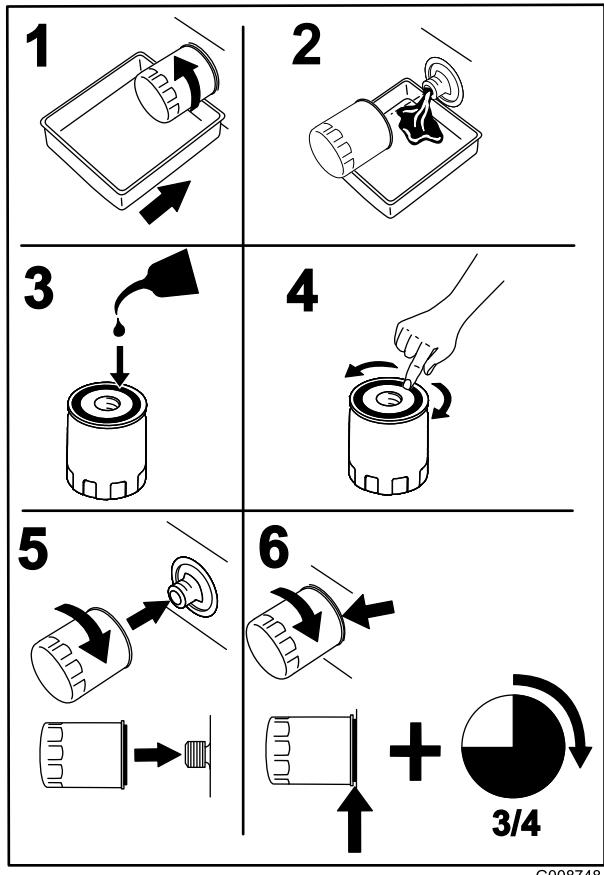

Figura 49
2. Cambie el filtro de aceite del motor (Figura 49).